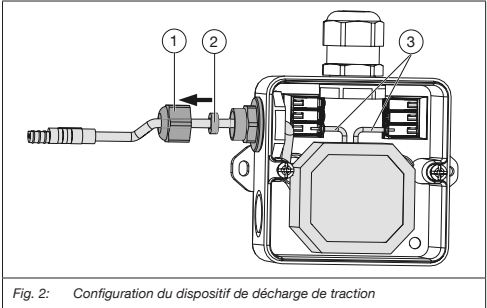

Fig. 2: Configuration du dispositif de décharge de traction
(1)	Joint d'étanchéité
(2)	Écrou d'accouplement
(3)	Câblage
- Déconnecter les autres câbles (voir Fig. 2(3)) du bloc d'alimentation des bornes de raccordement.
(1)	Alimentation électrique
(2)	Capteur de débit
(3)	Capteur de température d'E.C.S.
- Raccorder les câbles restants (voir Fig. 2(3)) aux bornes de raccordement.